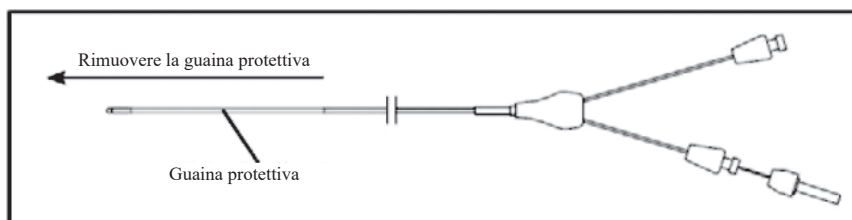

Figura 2
2. Scegli il palloncino di dilatazione della dimensione appropriata. Rimuovere la guaina protettiva dal palloncino. Il palloncino di dilatazione è dotato di un filo guida precaricato. Il filo guida può essere usato così com'è per accedere alla stenosi o rimosso dal catetere a palloncino prima dell'uso e ricaricato su un filo guida preposizionato. Prima di far avanzare il catetere a palloncino su un filo guida preposizionato, sciogliere il lumen del filo guida. (Vedi figura 2)